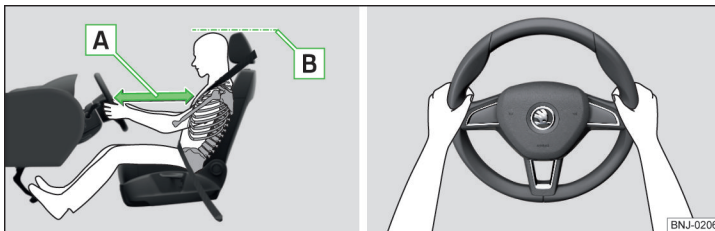

Fig. 2 Poziția corectă a șoferului/poziția corectă de ținere a volanului
- ✓ Reglați volanul astfel încât distanța **A** dintre volan și torace să fie de cel puțin 25 cm » fig. 2.
- ✓ Reglați tetiera astfel încât marginea superioară a tetierei să se afle, pe cât posibil, la aceeași înălțime cu partea superioară a capului dumneavoastră **B** » fig. 2 (nu este valabil pentru scaunele cu tetieră integrată).
- În timpul mersului volanul trebuie ținut cu ambele mâini, de partea exterioră laterală, în poziția „orei 9” și „orei 3” » fig. 2. Nu țineți niciodată volanul în poziția „orei 12” sau în altă poziție (de exemplu de centrul volanului, de marginea interioară etc.). La activarea airbagului șoferului, aceste poziții incorecte pot provoca accidentarea gravă a mâinilor, brațelor și a capului.
- ✓ Reglați tetiera astfel încât marginea superioară a tetierei să se afle, pe cât posibil, la aceeași înălțime cu partea superioară a capului dumneavoastră B » fig. 2 la pagina 9 (nu este valabil pentru scaunele cu tetieră integrată).
- ✓ Reglați tetiera astfel încât marginea superioară a tetierei să se afle, pe cât posibil, la aceeași înălțime cu partea superioară a capului dumneavoastră  » *fig. 2 la pagina 9.*